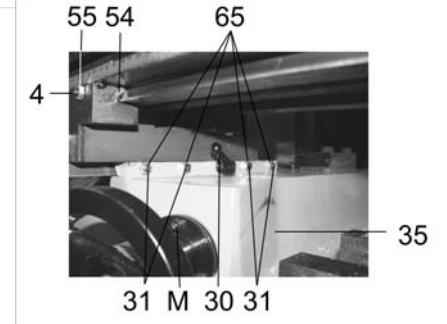

Рис. 5
10.1.8. Положение рабочего стола (6) зафиксируйте поворотом по часовой стрелке ручки фиксации поперечного перемещения рабочего стола (30), Рис. 5.